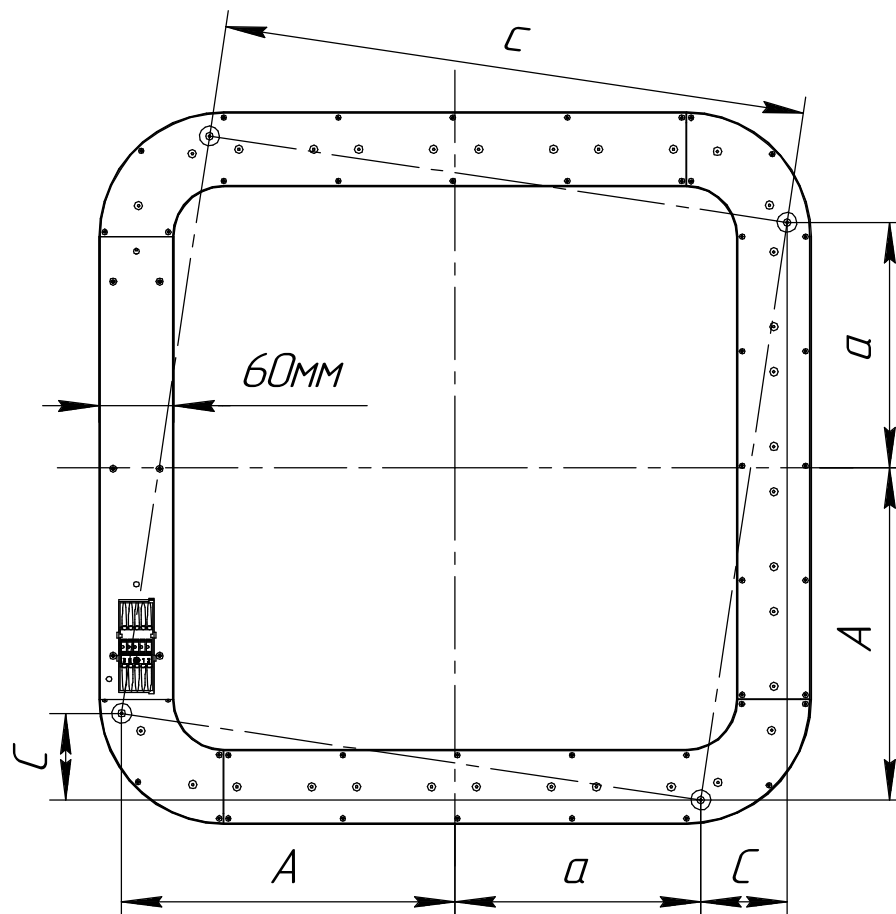

Рисунок 3 - Схема нанесения разметки
5.3 Разметьте места крепления тросовых подвесов согласно схеме на рис. 3.